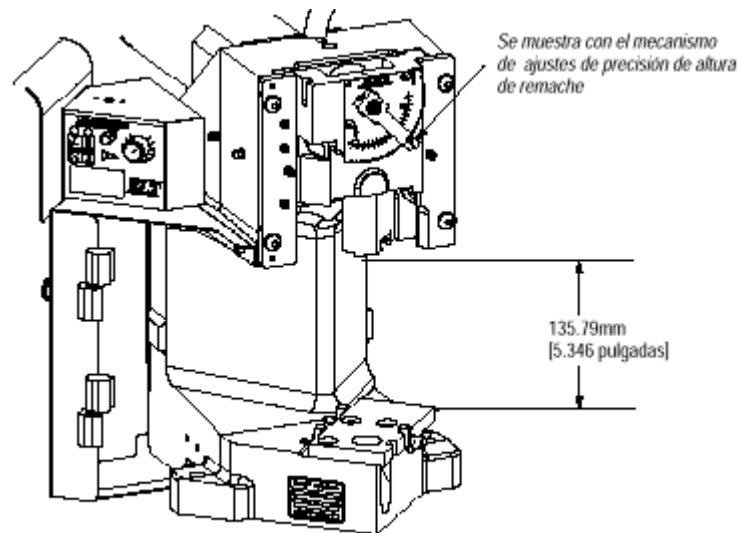

Figura 14
6.1 Midiendo la Altura de Cerrado (Figura 14)